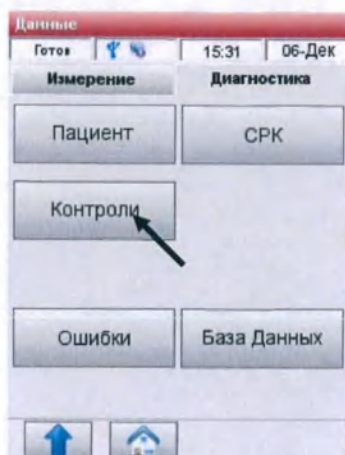

Рис.6-21 Выберите контроль
2. На экране <Данные> нажмите вкладку <Диагностика> и выберите <Контроли> (Рис.6-21).